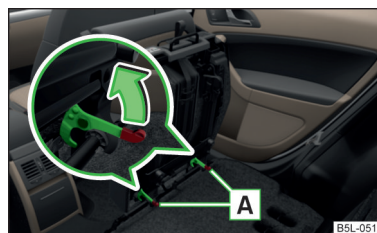

Fig. 53
- Bloquee el asiento al final de la guía presionando los bloqueos del asiento **A** en el sentido de la flecha » fig. 53.
- Si el asiento está desmontado, colóquelo primero sobre la guía y bloquéelo con los bloqueos de asiento [A] » fig. 53 de la página 75. Asegúrese de que el asiento está correctamente bloqueado tirando de él.